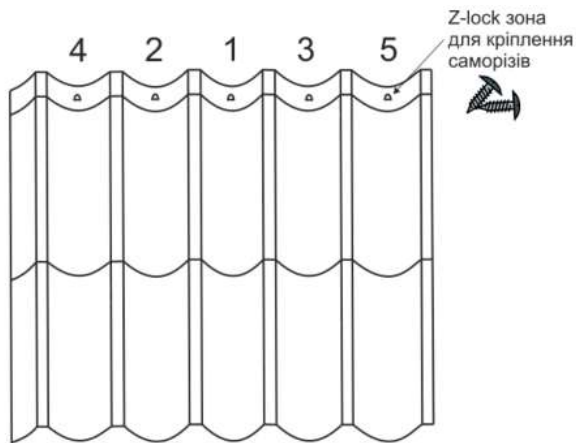

Рисунок 5. Z-lock зона для кріплення саморізів
- Саморізи кріпляться в певній послідовності (рис.5). Кріплення залишається прихованим під кроком наступного листа.
- Закручування саморізів починають з середини листа черепиці, далі відступають до краю (рис.5).